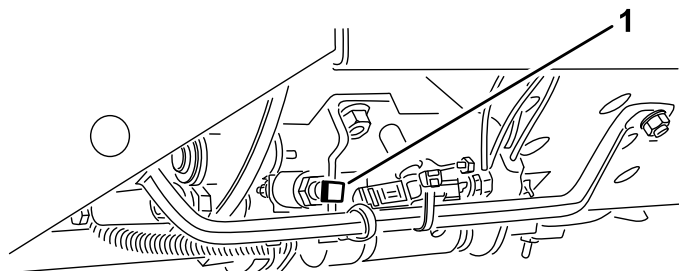

Figura 25
**Importante:** A velocidade de corte vem definida desde a fábrica e é de 9,7 km/h. Pode aumentar ou diminuir a velocidade de corte ajustando o parafuso de paragem da velocidade (Figura 25).